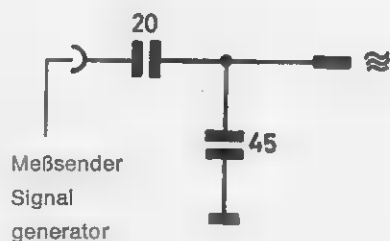

Fig. 4
- 7.6 Beim AM-Abgleich kunstliche Antenne, Fig. 4, verwenden.
- 7.6 For AM alignment use dummy antenna, see fig. 4.